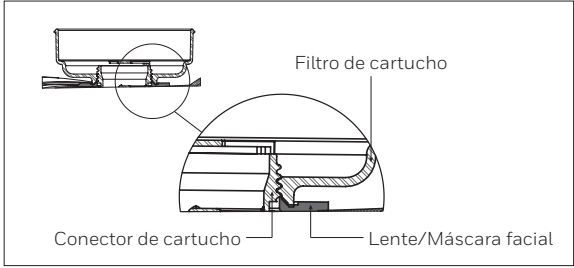

Figura 5
- c. No apriete demasiado, ya que esto puede agrietar los conectores de los cartuchos. (Figura 5).